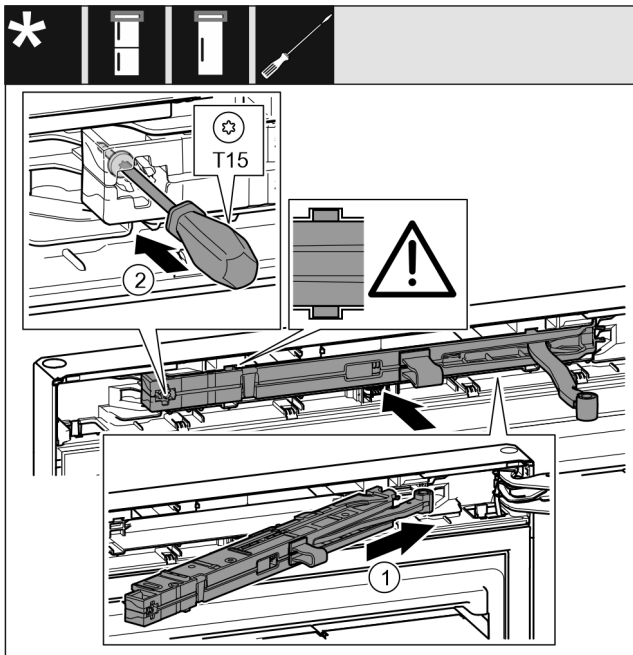

Fig. 25
- ▶ Lükake sulgemismortisaatori mooduli laagripuki küljel lõpuni kaldu väljalõikesse. Fig. 25 (1)
- ▶ Keerake kruvi kruvikeerajaga T15 kinni. Fig. 25 (2)